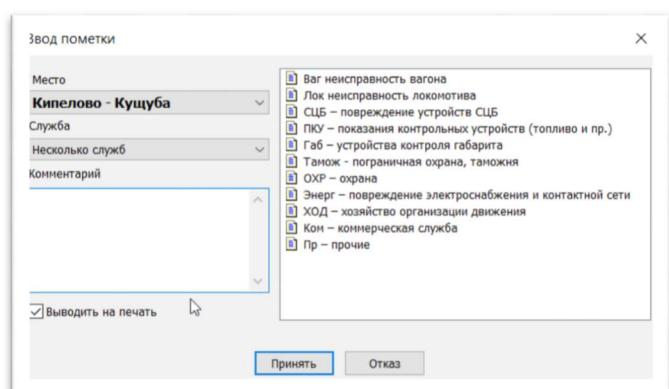

Рис.71. Окно «**Ввод пометки**»
3. В появившемся диалоговом окне (см. рис.71) выбрать тип пометки или указать службу для пометки
2. Появится окно «Ввод пометки на ГИД» с текстом пометки (см. рис.71).